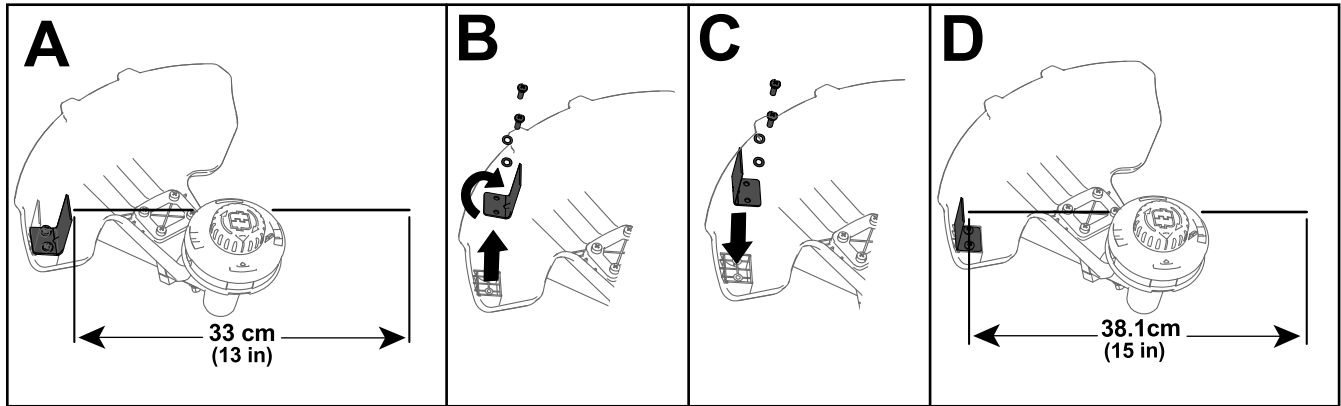

Figura 10
La desbrozadora viene de fábrica con una anchura de corte de 33 cm (13"), como se muestra en la Figura 10, A. Consulte las siguientes instrucciones para ajustar la anchura de corte a 38.1 cm (15"), como se muestra en la Figura 10, D.
1. Retire la pletina de anchura de corte de la parte inferior del protector retirando los 2 tornillos que la sujetan (Figura 10, B) y gire la pletina de anchura de corte 180°.
2. Instale la pletina de anchura de corte girada en el protector usando los 2 tornillos que retiró anteriormente (Figura 10, C).